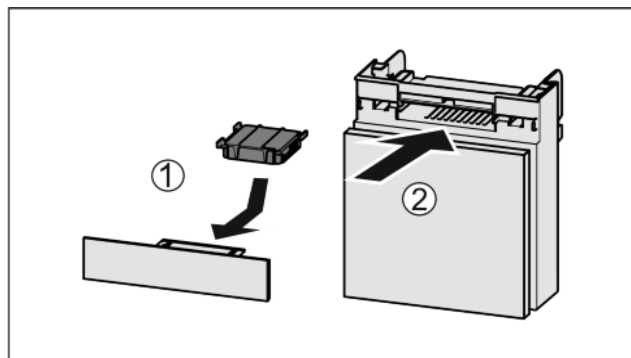

Fig. 34
- ▶ Aktivni ogljeni filter vstavite Fig. 34 (1) skladno s prikazom na sliki.
- ▶ Predal potisnite noter Fig. 34 (2).